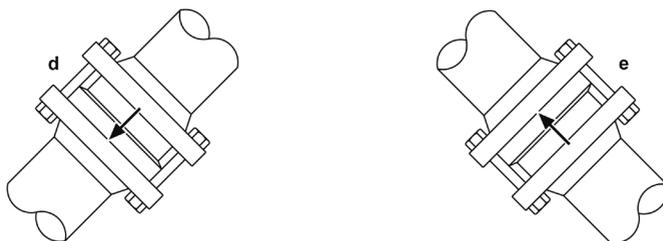

Fig. 2
- 3.5** Le valvole di ritegno a disco si montano semplicemente tra le due flange della tubazione (vedere la Fig. 2). Sono utilizzate guarnizioni standard su entrambi i lati della valvola, insieme a bulloni o prigionieri più lunghi.